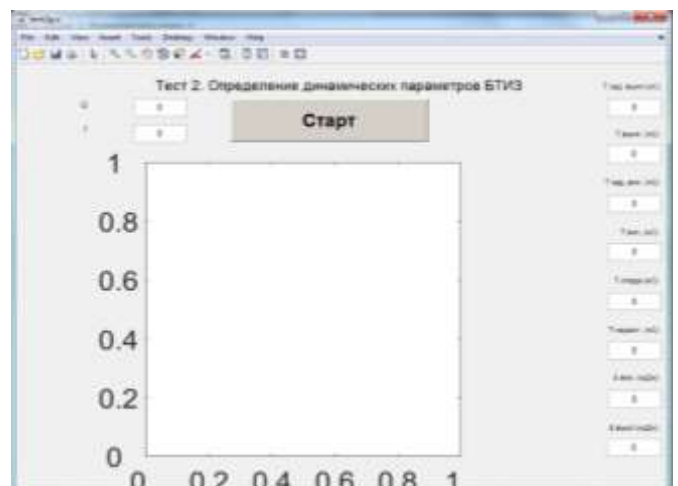

Рис. 12
9.3. Открываем папку выполняемого теста, например **Test2**. Папка содержит файлы **GetParamTest2**, **Test2**, **test2qui**. Запускаем по очереди все файлы и ждём появления на экране монитора окна, представленного на рис. 12.